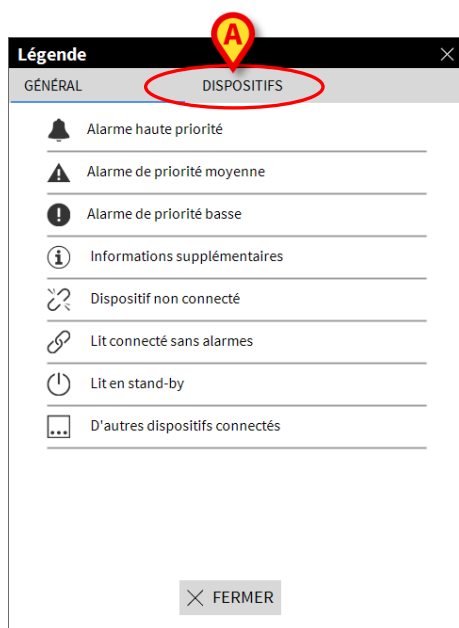

Fig 62
Het volgende venster wordt weergegeven (Fig 62).
Het venster geeft de "Algemene" iconen weer, die in verschillende contexten kunnen verschijnen. Een andere lijst met iconen, die de aangesloten apparaten aangeeft, kan worden weergegeven door op de toets “APPARATEN” te klikken die wordt getoond in Fig 62 **A**.
- Klik op de toets **Apparaten** die wordt weergegeven in Fig 62 **A**.